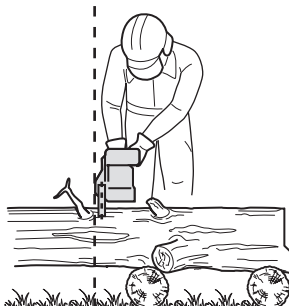

Imagen 20
- > Utilice el producto solo en una posición segura. Sujete el producto hacia el lado derecho de su cuerpo (Imagen 20).